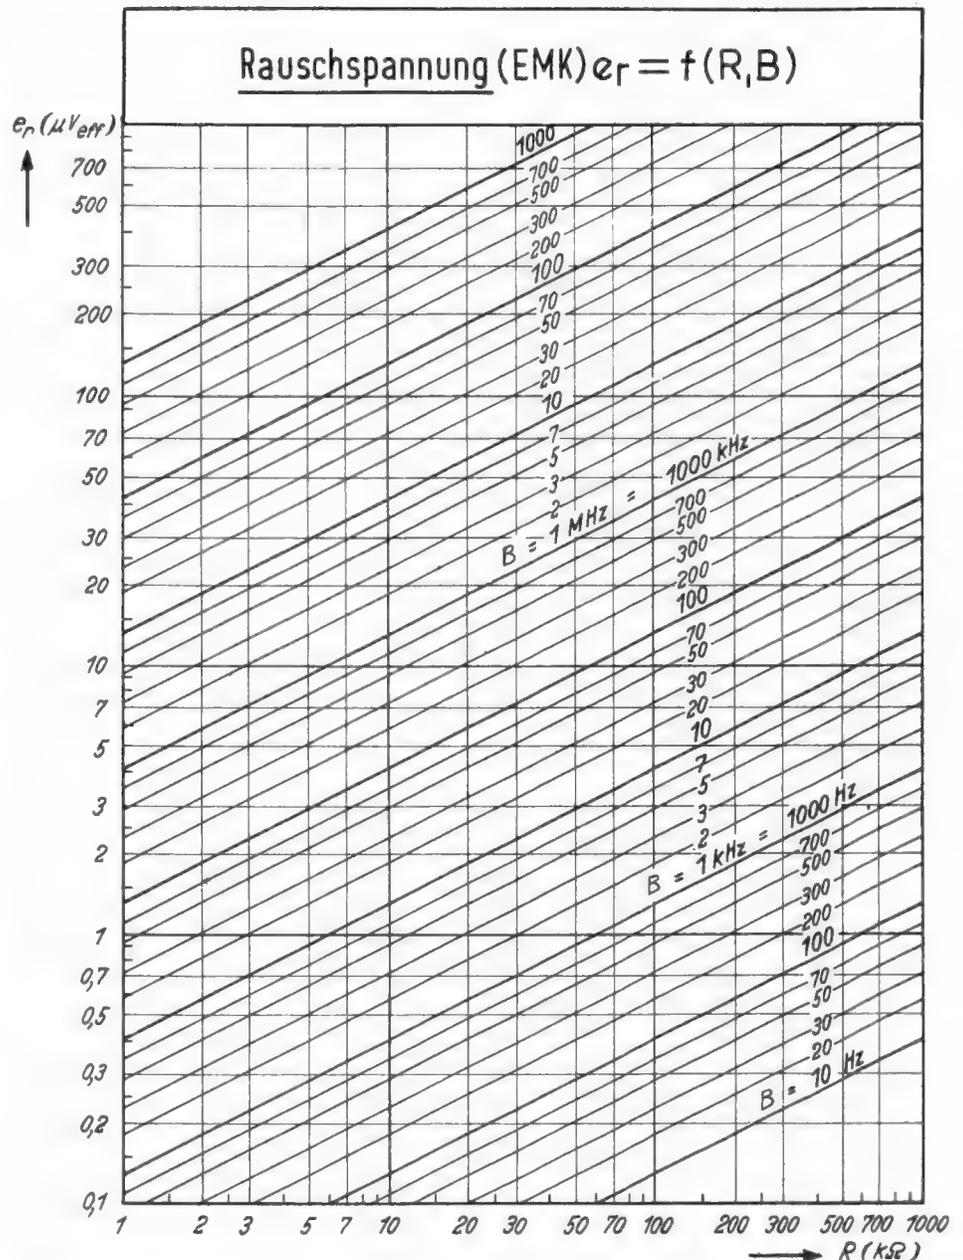

Bild 1. Zusammenhang zwischen Widerstand R , Bandbreite B und Rauschspannung e_r (EMK)
Bild 1. Die Baueinheiten des Teleport IV: links Chassis des Sende/Empfängers, dahinter Gehäuse mit Anschlüssen, rechts Stromversorgungsteil mit Bleisammler und Zerkhackerinrichtung, daneben die Antenne, vorn Mikrofonlautsprecher mit Ruf- und Senderumschalttasten
Das Teleport IV ist in seinem Hf- und Nf-Teil aus kleinen Baugruppen aufgebaut, wie das Titelbild und Bild 1 erkennen lassen. Diese Aufbautechnik ist für die Fertigung und für die Wartung günstig, denn die Gruppen können vor der Montage einzeln geprüft und bei einem Defekt leicht ausgetauscht werden; es genügt das Ablöten weniger Drähte.
Die Stromversorgung der tragbaren Ausführung übernimmt ein Zusatzgerät (Bild 1, rechts) mit einem 2/4-Sammler und Zerkhacker. Eine Batterieladung erlaubt acht Stunden Betrieb, davon 20 % der Zeit Sendebetrieb. Für stationäre Zwecke steht ein Wechselstromnetzteil zur Verfügung. Die Bedienung des Gerätes ist durch den Mikrofonlautsprecher (Bild 1, vorn) mit Sprech- und Ruf- und Sendertaste für den 1750-Hz-Tonruf besonders einfach. Der Stromversorgungsteil kann entweder abgesetzt aufgestellt bzw. getrennt getragen oder mit dem Sende/Empfangsgerät zu einer Einheit verbunden werden. Im letztgenannten Falle sind die Abmessungen $300 \times 210 \times 120$ mm und das Gewicht beträgt je nach Ausrüstung mit Zubehör 5,0 bis 6,4 kg.
Die grafische Darstellung der Formel (1) in Bild 1 gibt die Möglichkeit, die Rauschspannung e_r sofort und ohne Rechnung abzulesen, wenn der Widerstandswert R und die Bandbreite B bekannt sind. Zu beachten ist dabei jedoch, welchen Wert man für die Bandbreite im Einzelfall einzusetzen hat.